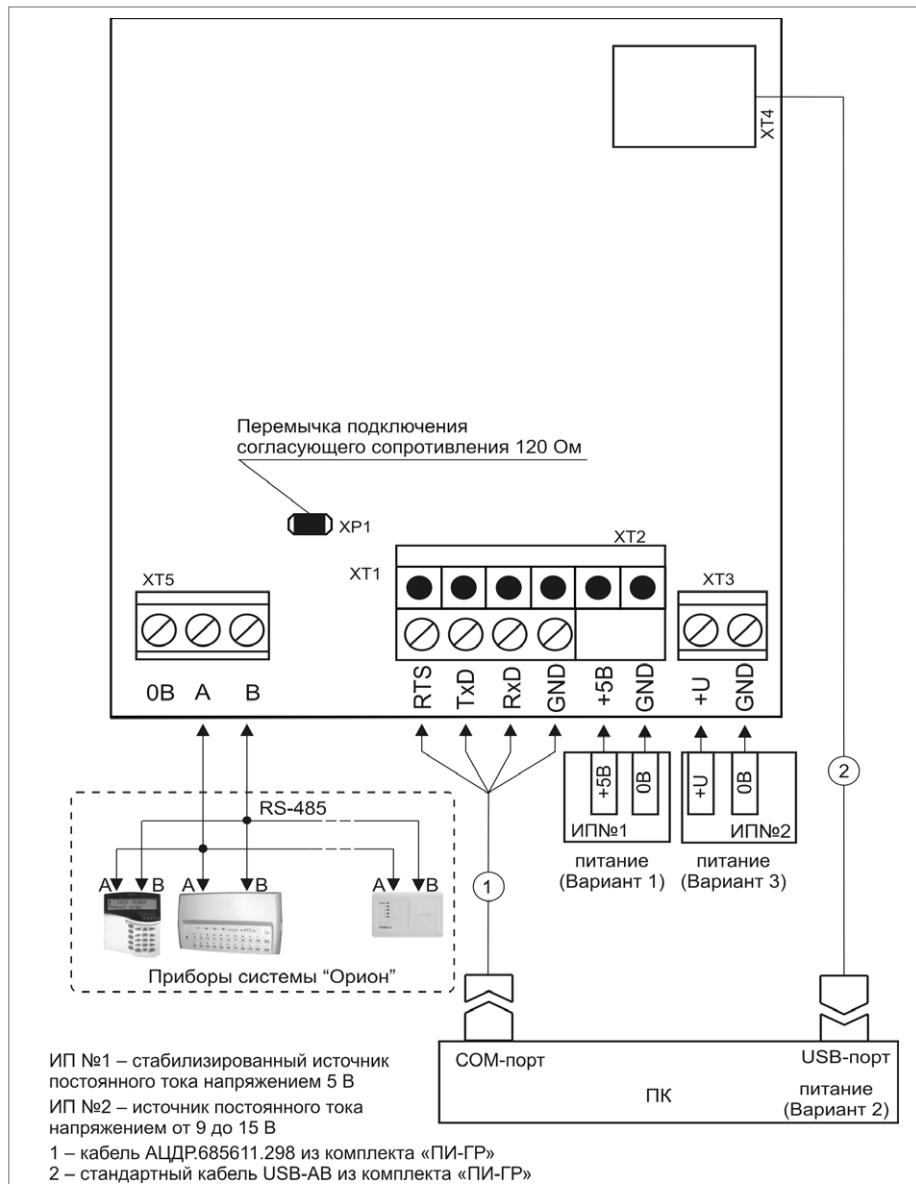

Рисунок 5.
1.3. Подключите преобразователь в соответствии с проектной документацией и схемой на рис. 5.